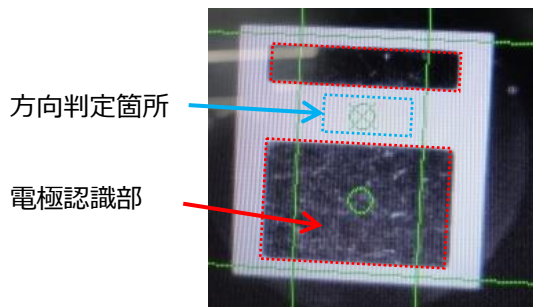

図9. 電極端子認識 (推奨)
① 電極端子による部品位置認識を推奨します。
② 認識エラーが生じる場合はご使用の実装機の認識条件（照明の明るさ等）を調整してください。
③ LEDの方向判定を行う場合、アノード-カソード電極間（図9. 部分）に判定枠を設定してください。この部分の輝度差で電極の有無を確認します。